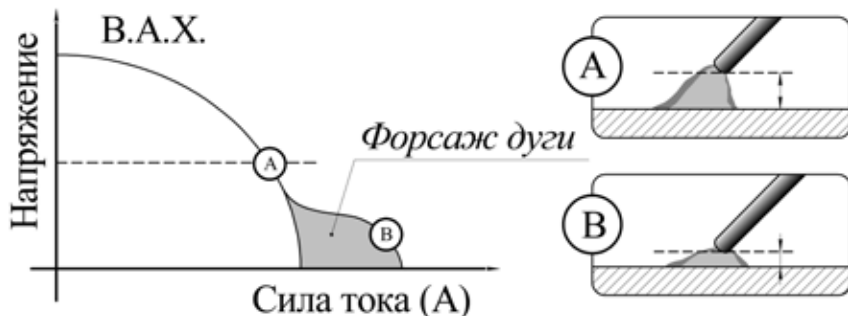

Рис. 7.3. Форсаж дуги.
**Форсаж дуги** - рекомендуется при сварке покрытыми электродами на малых токах. Если по каким-либо причинам сварочная дуга начинает затухать в процессе сварки, происходит автоматический набор силы сварочного тока до настроенной величины (см. рисунок 7.3).